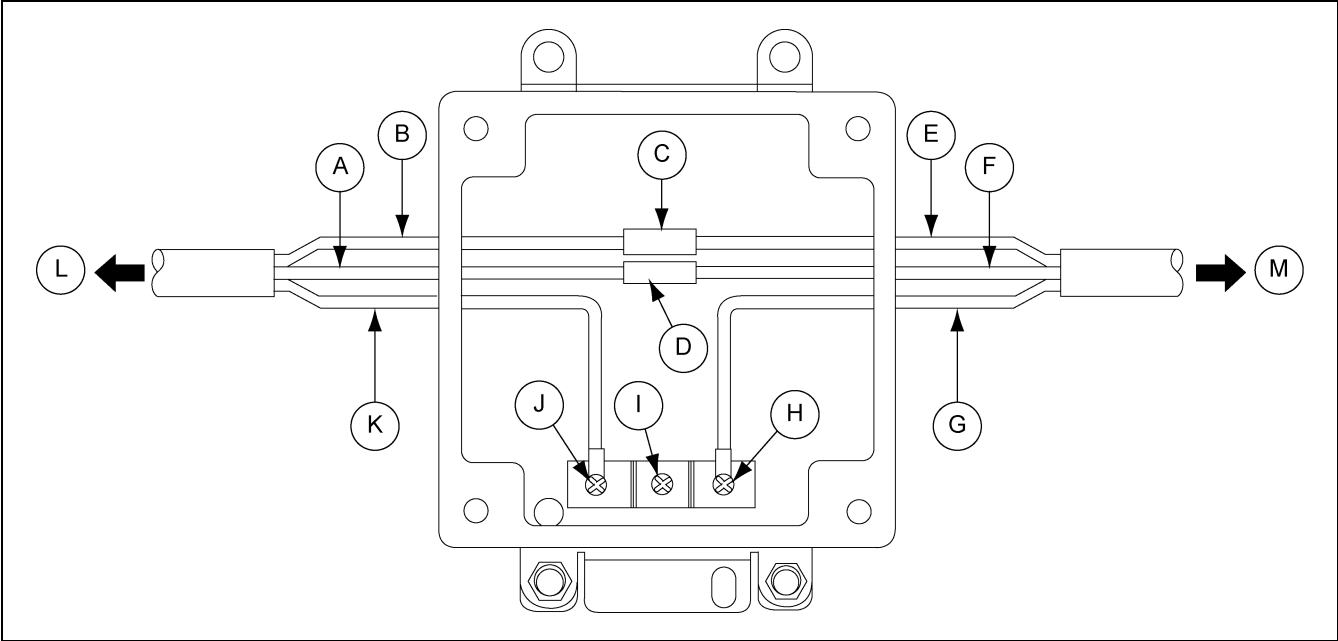

Рисунок 4AD
4. Выполните разводку проводов от управляющего лотка к источнику питания по схеме, приведенной на Рисунок 4AD.